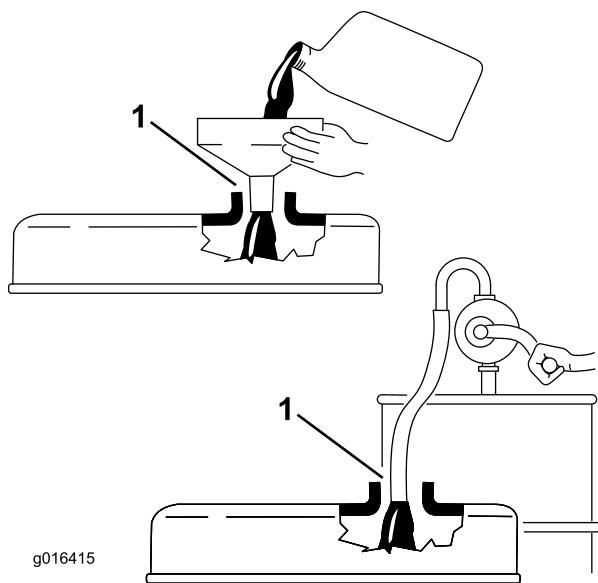

Figura 22
**Importante:** Certifique-se de que a vareta é removida quando atesta o motor com óleo. Quando adicionar óleo do motor ou óleo de enchimento, *tem de haver uma folga entre o dispositivo de enchimento do óleo e o orifício de enchimento do óleo na cobertura da válvula, conforme indicado em Figura 22. Esta folga é necessária para permitir a ventilação durante o enchimento, o que evita o derrame para o interior do respirador.*